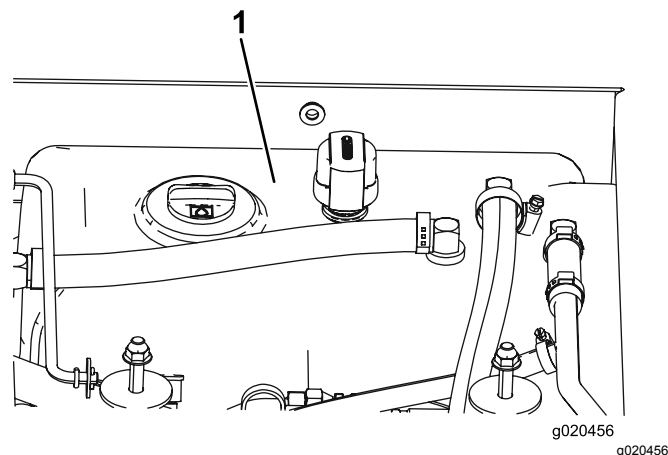

Bild 117
4. Füllen Sie den Hydraulikbehälter (Bild 117) mit Hydrauliköl, siehe Warten der Hydraulikanlage (Seite 81).